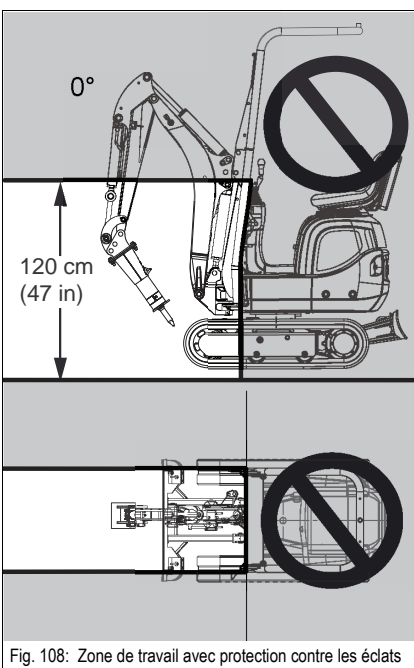

Fig. 108: Zone de travail avec protection contre les éclats
- Respecter les limites de la zone de travail (voir les fig. 108).